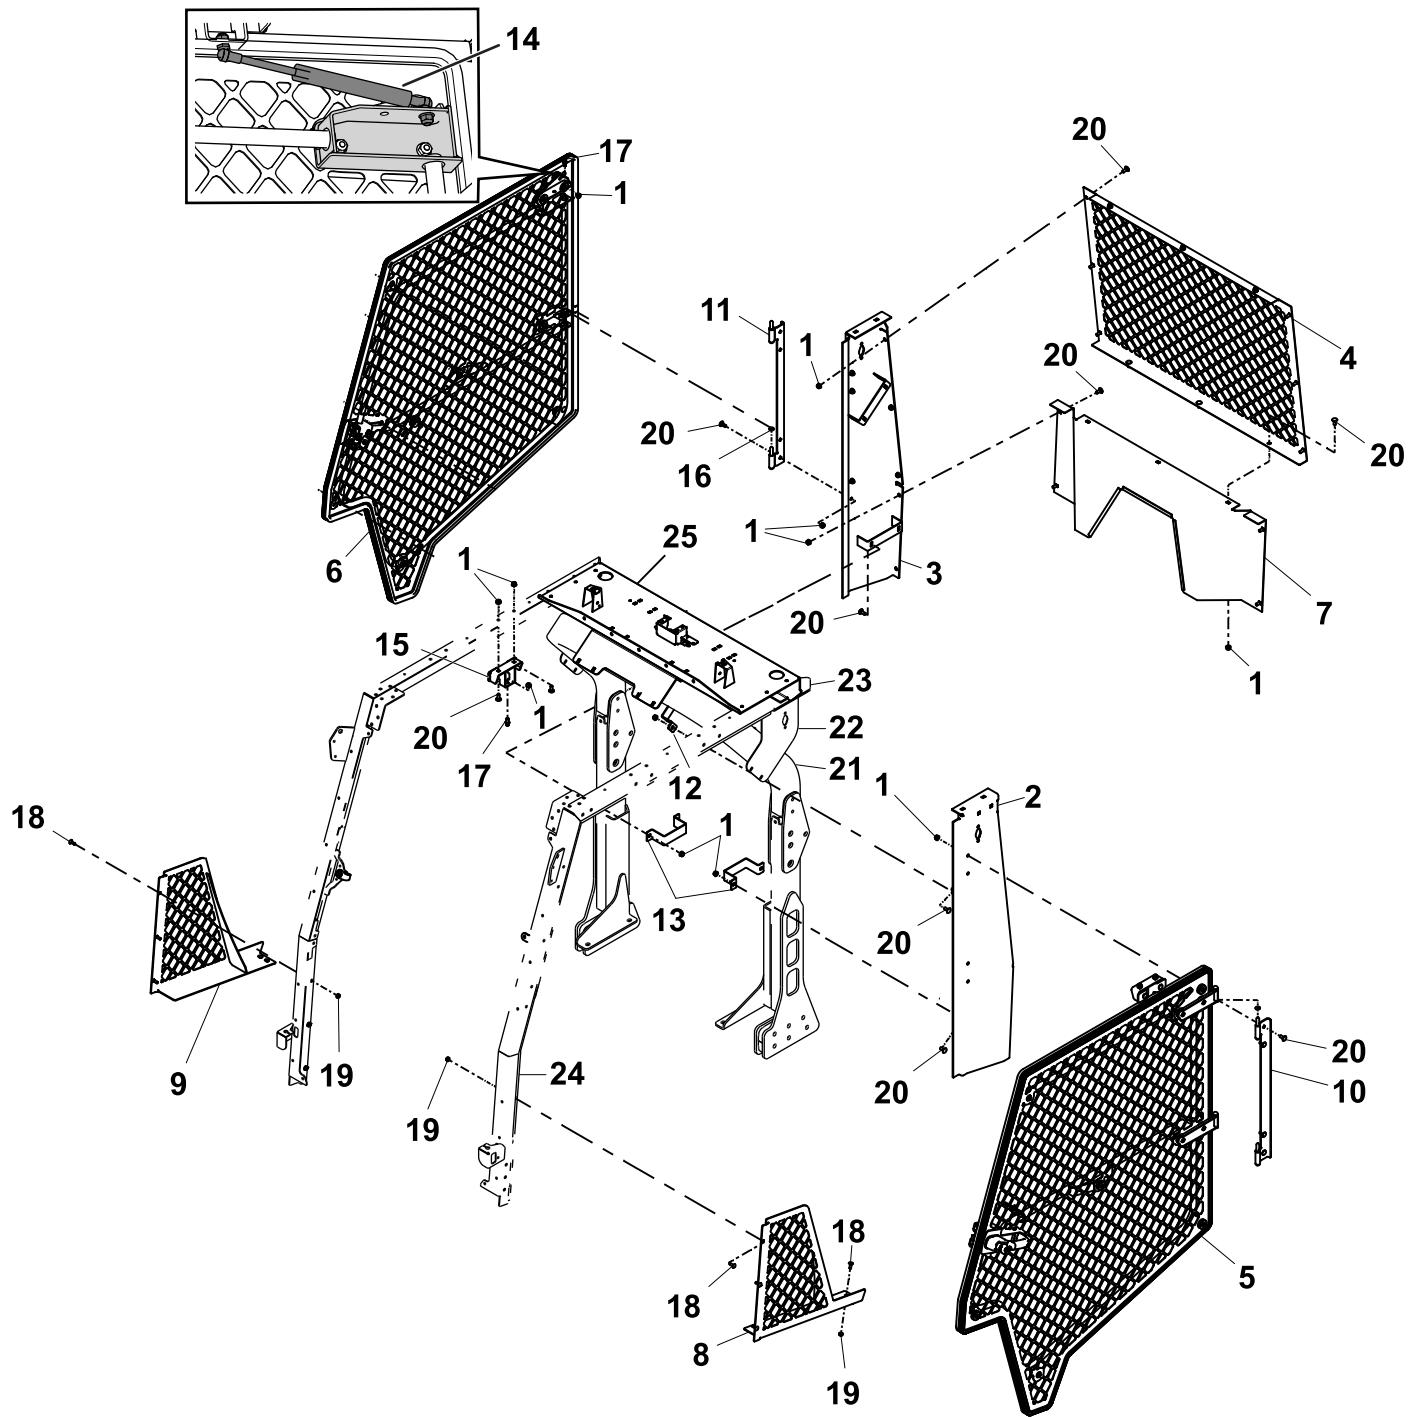

Figura 2
6. Si se ha instalado una extensión de ROPS de 2 postes en la máquina, retire los paneles laterales usados para montar las luces en los postes de ROPS (Figura 2).
Consulte Figura 2 mientras realiza los siguientes pasos.